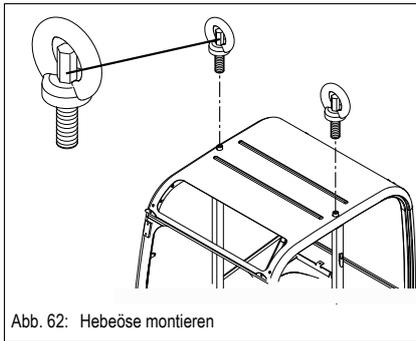

Abb. 62: Hebeöse montieren
- Hebeöse an der Kabine montieren und festziehen (wie in Abb. 62 dargestellt)